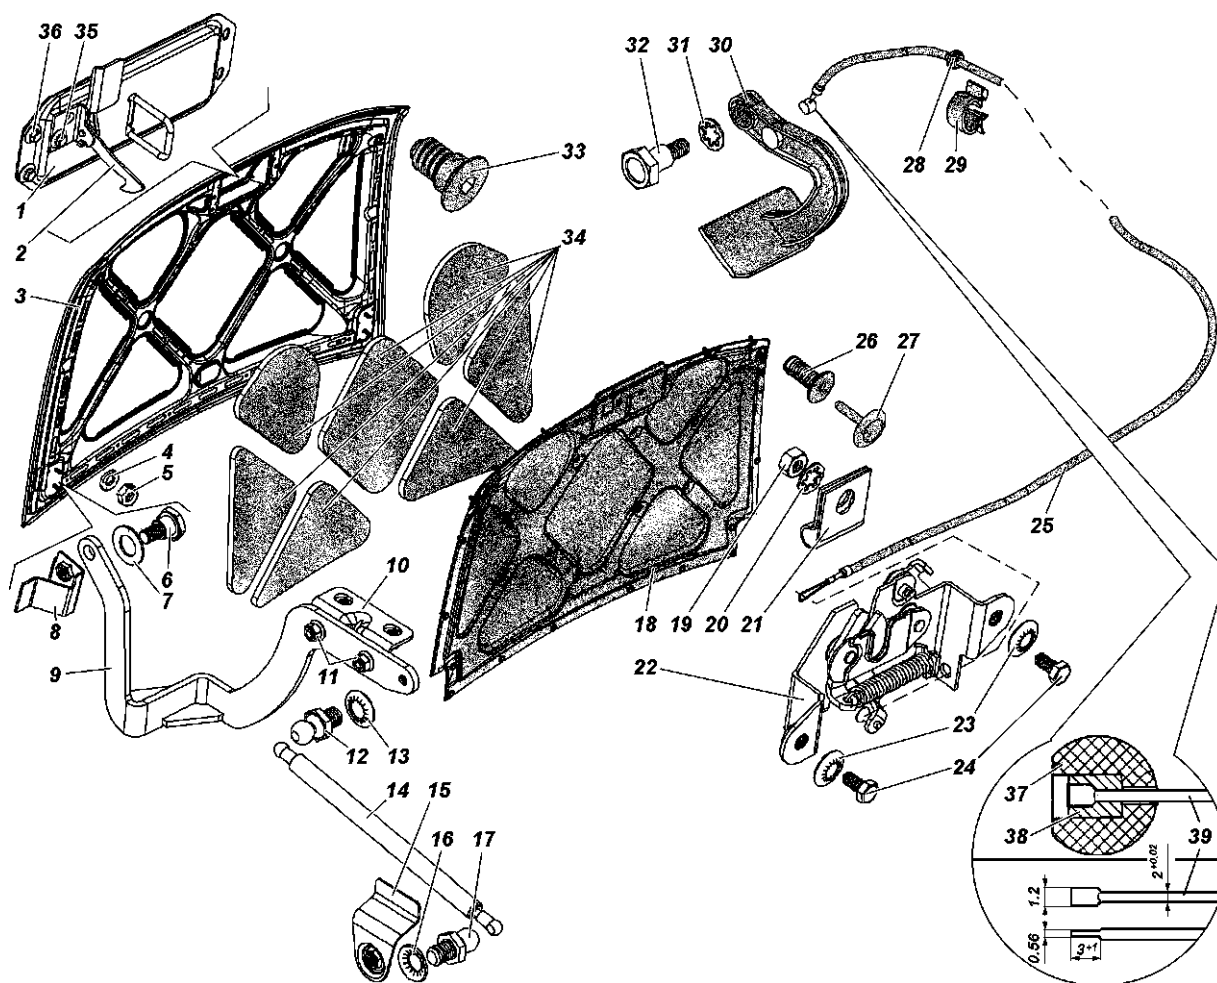

Рис. 15.22. Капот и привод замка капота:
2. Придерживая капот выверните пальцы 12 и 17 (рис. 15.22) газовых упоров 14.
1. Отверните ось 32 (см. рис. 15.22) рукоятки 30 и снимите рукоятку.